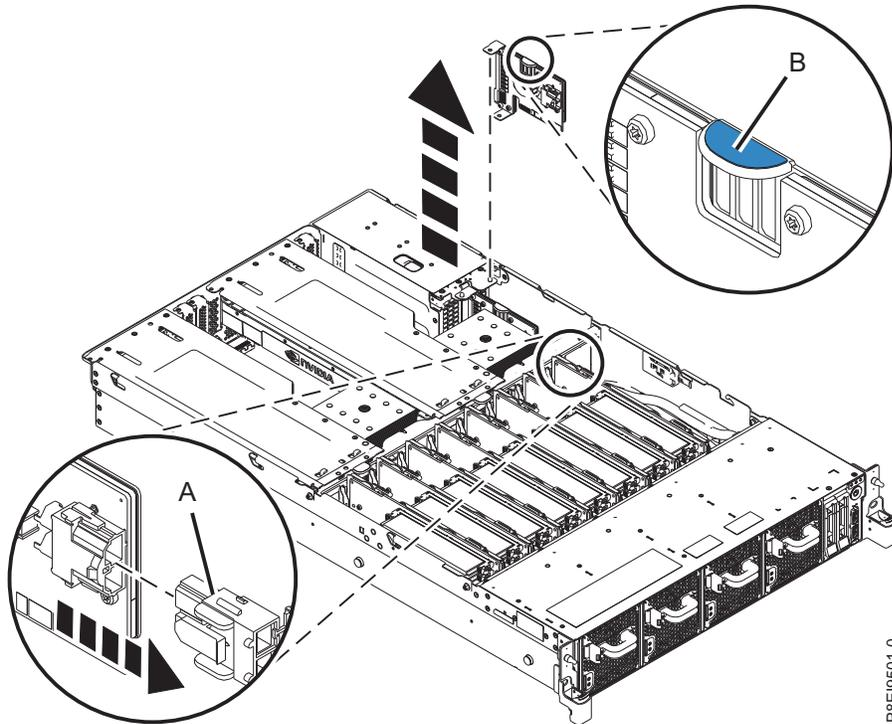

Figura 47. Removendo um riser de energia do sistema
- a. Se aplicável, desconecte o cabo de energia do ventilador do riser de energia em **(A)** em Figura 47 na página 49, pressionando a alavanca da trava de liberação com seu polegar.
- b. Puxe para fora o riser de energia do slot segurando a guia azul. Consulte **(B)** em Figura 47 na página 49.